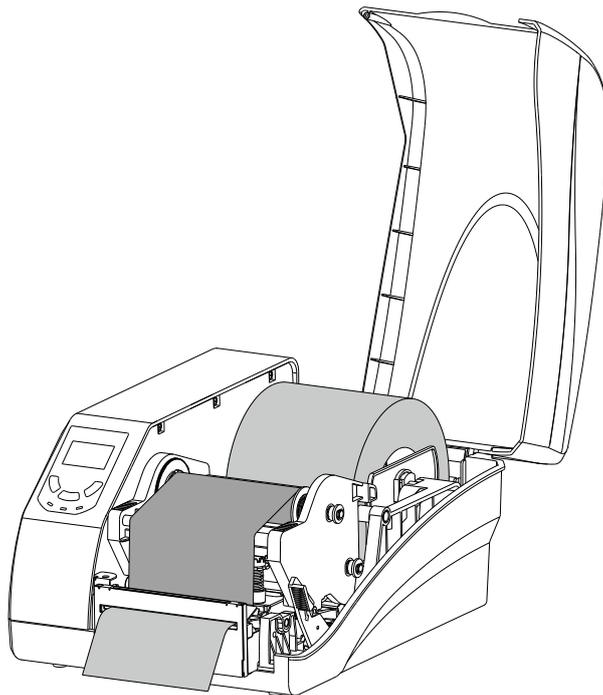

图 2-16 安装纸卷
3. 安装好纸卷（具体请参考 2.2.4.1 撕纸模式），注意标签纸需从直刀片和旋刀片中间穿出，如图 2-16 所示。